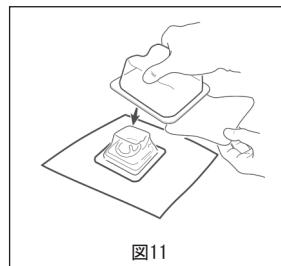

図11
4. 内側のトレイとその中身はエチレンオキシドで滅菌済みです。内側のトレイを清潔野に置きます（図11）。内側のトレイに入っている中身は、汚染を避けるために無菌的に取り扱ってください。